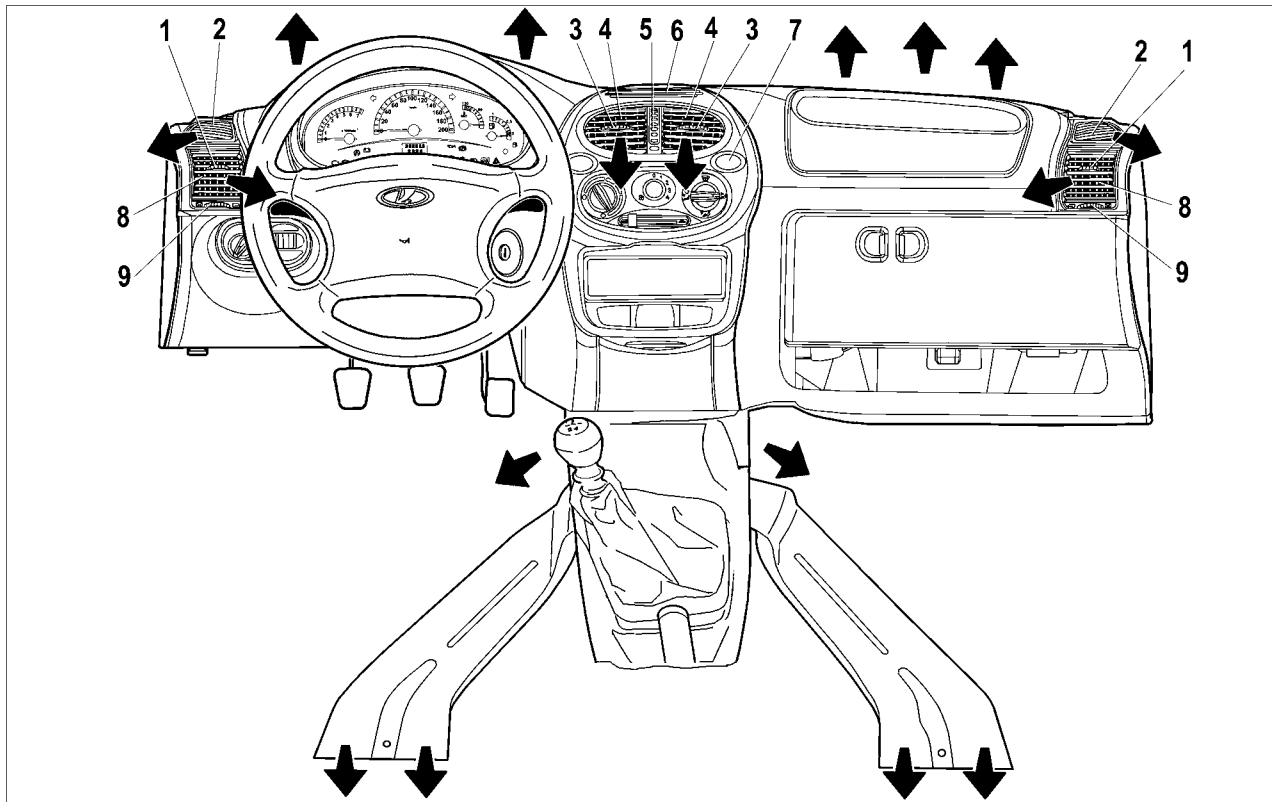

Рис. 37. Органы управления вентиляцией
**Рычагами 9 и 5** (рис. 37) привода заслонок регулируется интенсивность подачи воздуха через боковые 8 и центральные 4 сопла путем изменения положения заслонок вплоть до полного их закрытия. А **рычагами 1 и 3** направляющих лопаток боковых и центральных сопел меняется направление воздушного потока.
- **сопла 4 и 8** (см. рис. 37) открыть, повернув соответственно рычаг 5 на центральном сопле вниз, а рычаг 9 вправо на левом боковом сопле и влево на правом боковом сопле;